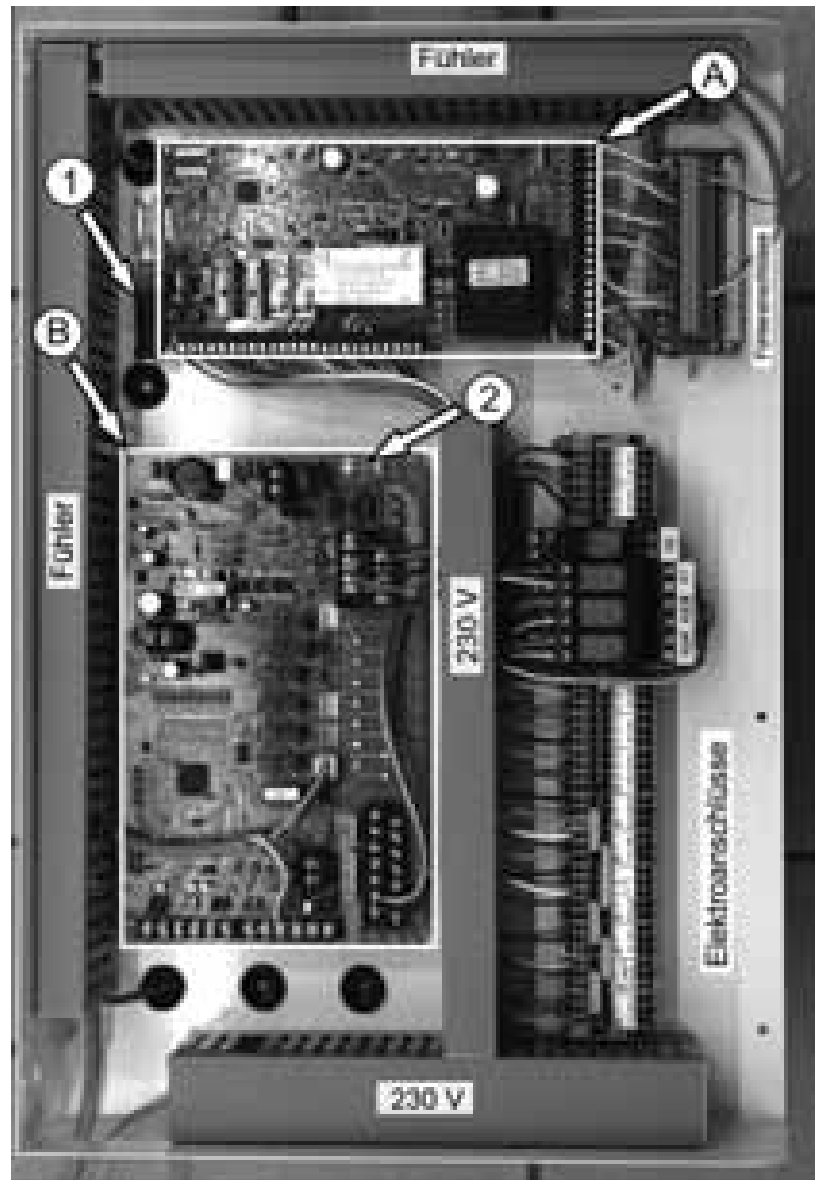

Abb. 44: Steuerplatine Inneneinheit
Auf der linken Seite der Inneneinheit befinden sich die I/O-Platine [Ⓐ] des Heizungsmanagers, die Steuerplatine [Ⓑ] der Außeneinheit, deren Feinsicherungen ^① + ^② sowie Relais und Anschlussklemmen (s. Abb. 44 auf Seite 87).
Legende zu Abb. 44: